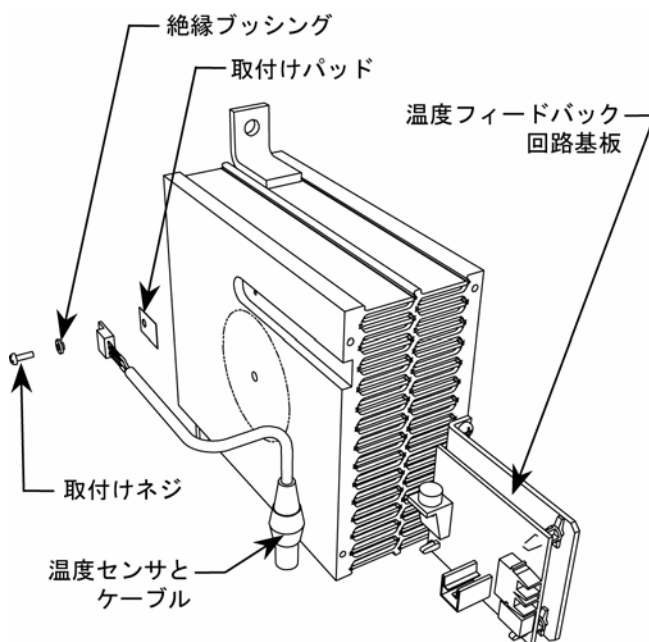

図 5.21 温度センサの交換
11. 温度センサとそのヒートシンク間に若干の電位差があることに注意してください。適切に機能させるためには、小さな絶縁パッドを温度センサとヒートシンクの間に取り付けること、および温度センサ取付けネジと温度センサの間に絶縁ブッシングを使うことが不可欠です(図 5.21 を参照してください)。